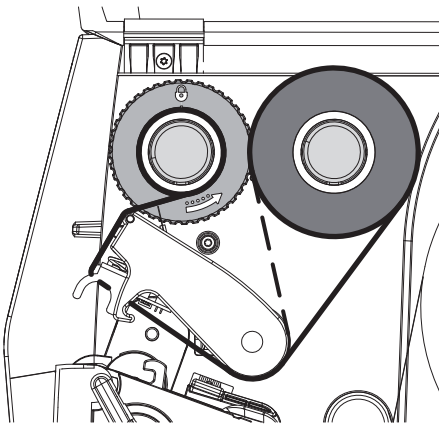

Figura 13 Deplasarea benzii
5. Ajustați poziția opritorului lateral pe înfășurător la lățimea miezului benzii (4) și împingeți miezul benzii pe înfășurător (2).
6. Ghidați banda prin modulul de tipar conform Figura 13.
► **Treceți banda peste senzorul de etichetă (6).**
7. Fixați capătul de început al benzii cu o bandă adezivă pe centrul miezului benzii (4). Totodată respectați direcția de rotație în sens antiorar a înfășurătorului benzii.
8. Rotiți înfășurătorul benzii (2) în sens antiorar pentru a întinde banda.